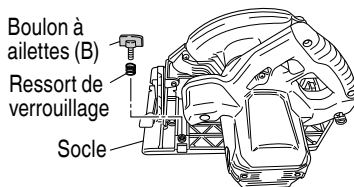

Fig. 10
3. Réglage du guide (garde de refente) (Fig. 10, 11)